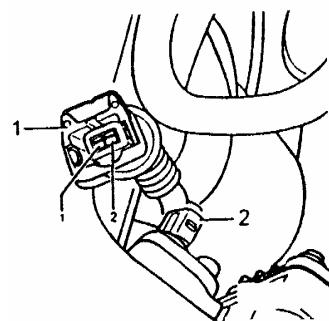
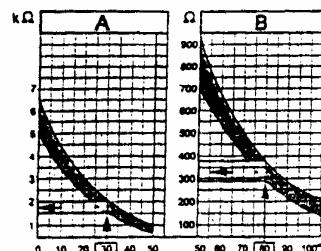

图 3-21 拔下进气温度传感器的插头
图 3-22 传感器电阻变化曲线图
(5) 显示区域 4 中显示进气温度值。进气温度传感器 (G42) 的检查与冷却液温度传感器的检查类似。进气温度传感器的插头端子如图 3-21 所示。冷却液温度传感器和进气温度传感器的电阻随温度而变化的关系如图 3-22 所示。在图中分成两个温度区域, A 区域指示的是 $0\text{~}50^\circ\text{C}$, B 区域指示的是 $50\text{~}105^\circ\text{C}$, 例如 30°C 位于 A 区, 相应的电阻值应为 $1.5\text{~}2.0\text{K}\Omega$; 80°C 位于 B 区, 相应的电阻值应为 $275\text{~}375\text{ }\Omega$ 。